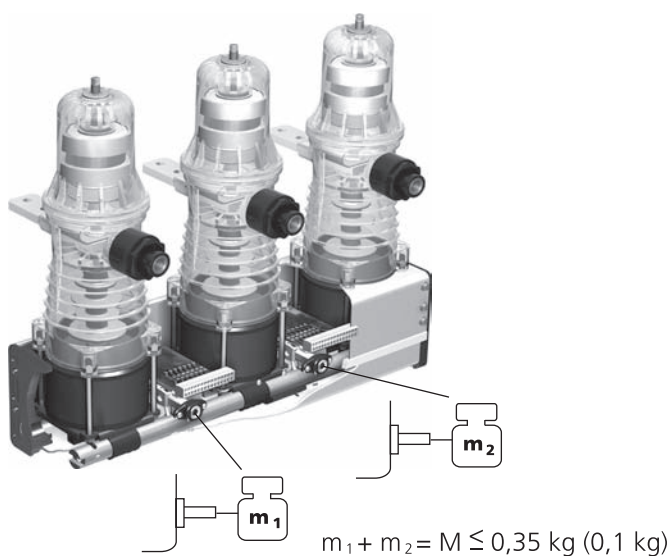

Figura 32
- Se il meccanismo di interblocco è collegato ad uno dei due pin, il peso della parte mobile direttamente connessa al pin non deve essere superiore a 0,35 kg. Fa eccezione l'ISM/TEL 12-20/1000-055F: per questo modello il peso della parte mobile non deve superare 0,1 kg. Se si adoperano entrambi i pin, la somma delle masse mobili collegate non deve eccedere rispettivamente 0,35 kg e 0,1 kg (Figura 32).